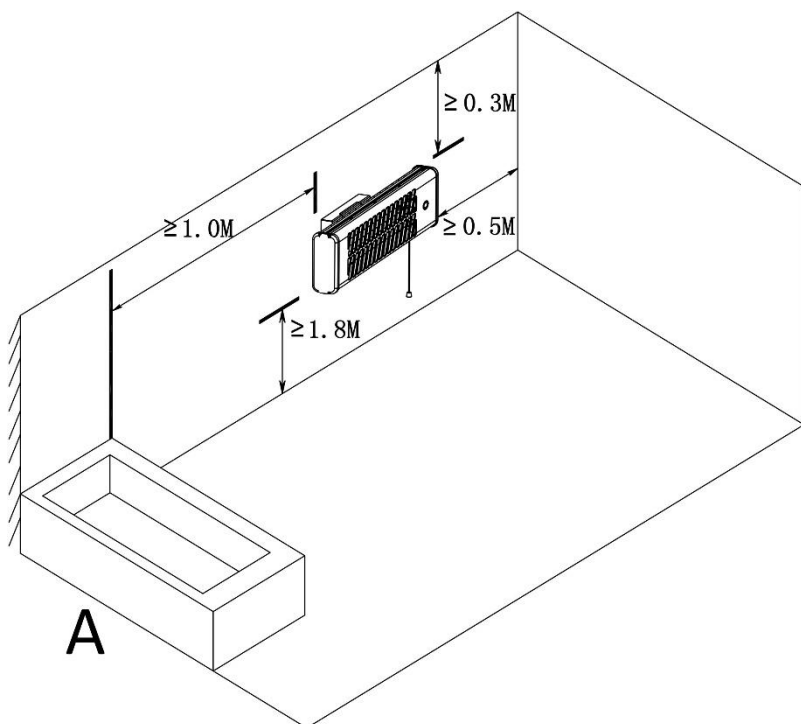
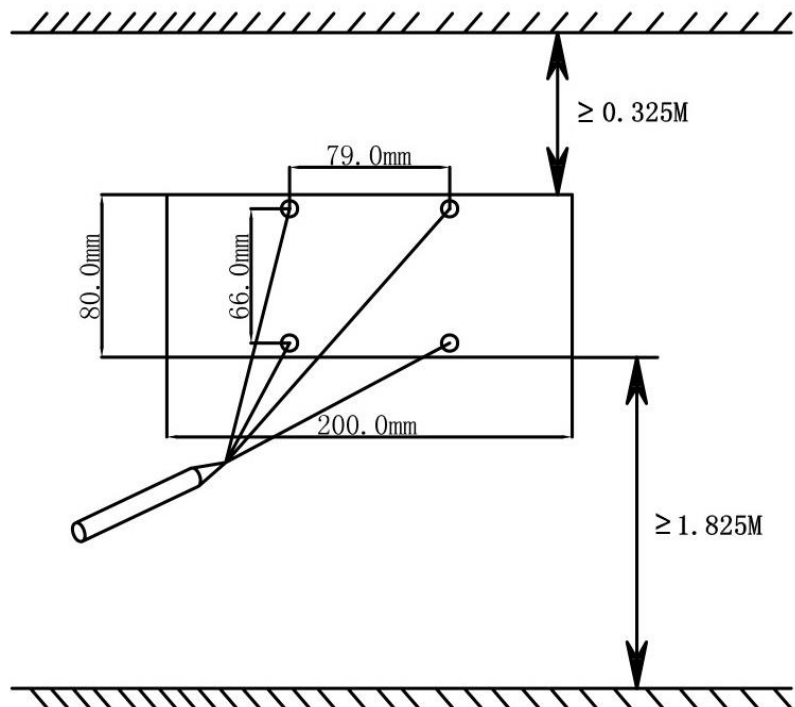

Fig. 3
Fig. 4
20. Tenere una distanza di sicurezza in base agli standard europei e alle norme nazionali indicate in Fig. 3.
2. Il radiatore al quarzo deve essere installato esclusivamente in posizione orizzontale. Non installarlo sul soffitto o in posizione verticale. Durante l'installazione, rispettare le distanze minime indicate in Fig. 3. Il radiatore deve essere installato ad almeno 1800 mm di distanza dal pavimento, 300 mm dal soffitto e 500 mm dalle pareti laterali.
3. Individuare la posizione più appropriata per non bloccare l'accesso all'interruttore e all'interruttore a corda, rispettando sempre le distanze di sicurezza indicate in Fig. 3. Segnare i fori di fissaggio del radiatore alla parete. Effettuare le misurazioni utilizzando la Fig. 4 come riferimento. Per una foratura più precisa, contrassegnare il centro dei fori con una croce (Fig. 4).